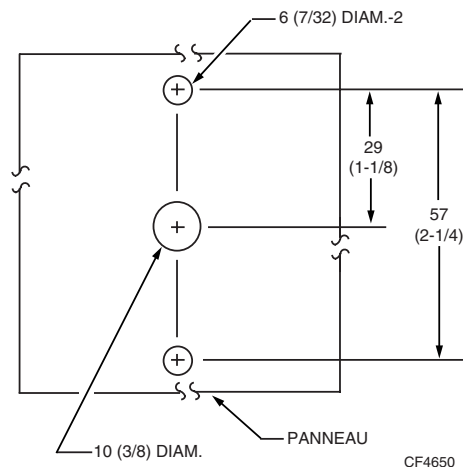

Fig. 13. Dimension des trous en mm [po] pour la trousse de montage LP916.
1. Percer les trous dans le panneau, au centre des marques. Voir la Fig. 13.